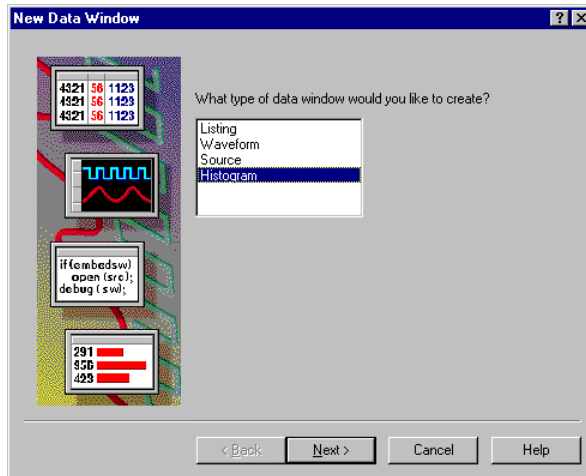

図 F-10 : [New Data Window]ウィザードの最初のダイアログ・ボックス
1. メニューバーの[Window]メニュー、あるいはツールバーの<New Data Window>ボタンをクリックし、図 F-10 の[New Data Window]ウィザードを起動します。